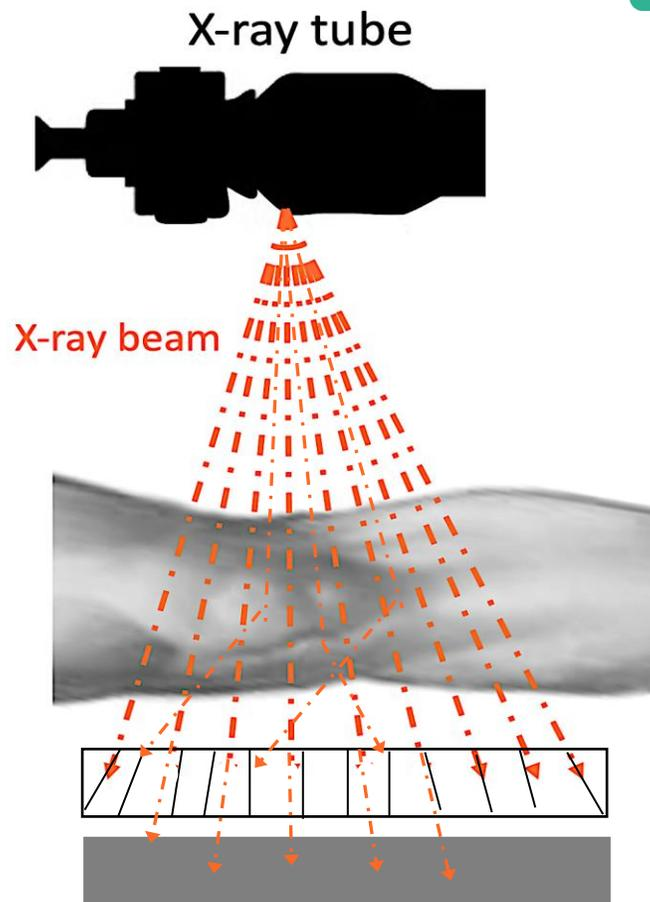

Fig. 14 – Rejeição de espalhamento em frente ao detector
- A nuvem de elétrons do átomo no átomo espalhador oscila em fase e imediatamente irradia essa energia, emitindo um raio X espalhado com a mesma energia, mas em uma direção ligeiramente diferente (Fig. 14).
Grade antiespalhamento (Fig. 14)